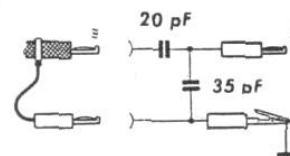

Abb. 5
- Künstliche Antenne für Abgleich- und Empfindlichkeitsmessungen verwenden, gemäß Abb. 5
Hinweis: Bei dem Meßsender der Fa. Neuwirth Type EP 104 A und EP 104 B entfällt die zusätzliche künstliche Antenne nach Abb. 5, da dieser Meßsender eine aufsteckbare künstliche Antenne besitzt.